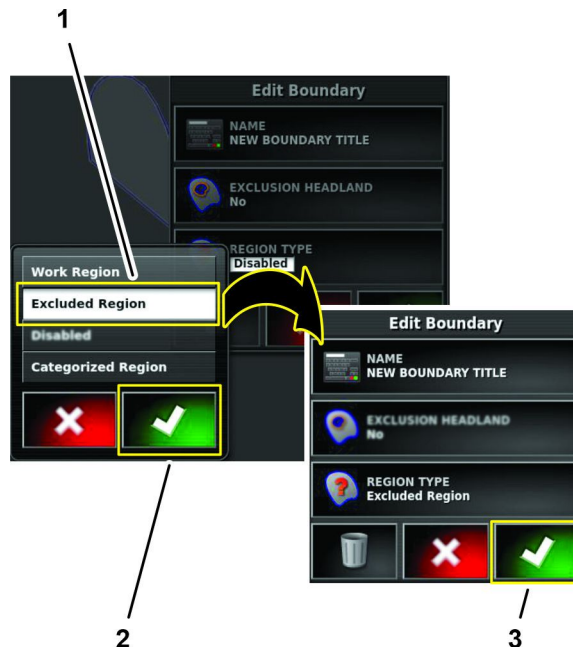

Figura 62
2. Na caixa de diálogo “tipo de região”, pressione o ícone REGIÃO EXCLUÍDA e, em seguida, pressione o ícone Confirmar (Figura 62).
3. Na caixa de diálogo “editar limite”, pressione o ícone Confirmar (Figura 62).